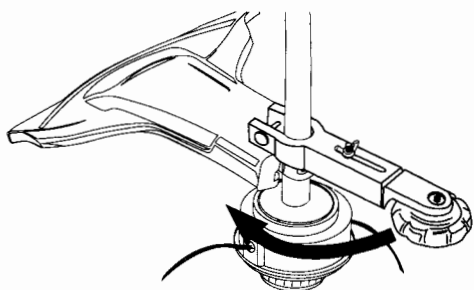

Fig. 13
3. Tournez le guide de la bordure. Pour ce faire, desserrez légèrement son écrou à oreilles et tournez le guide vers la gauche (la tête de coupe devant vous, le moteur derrière vous). Tournez le guide d'environ 90° (Fig. 13) ou jusqu'à ce qu'il ressemble à la position montrée dans la Figure 14.
8. Lorsque vous avez terminé d'utiliser le coupe-bordure, retirez-le. Desserrez l'écrou à oreilles et tournez le coupe-bordure de 180° de la position montrée en Figure 13. Le coupe-bordure reposera au dessus du bouclier de l'accessoire de coupe. Serrez l'écrou à oreilles et opérez la débroussailleuse normalement.